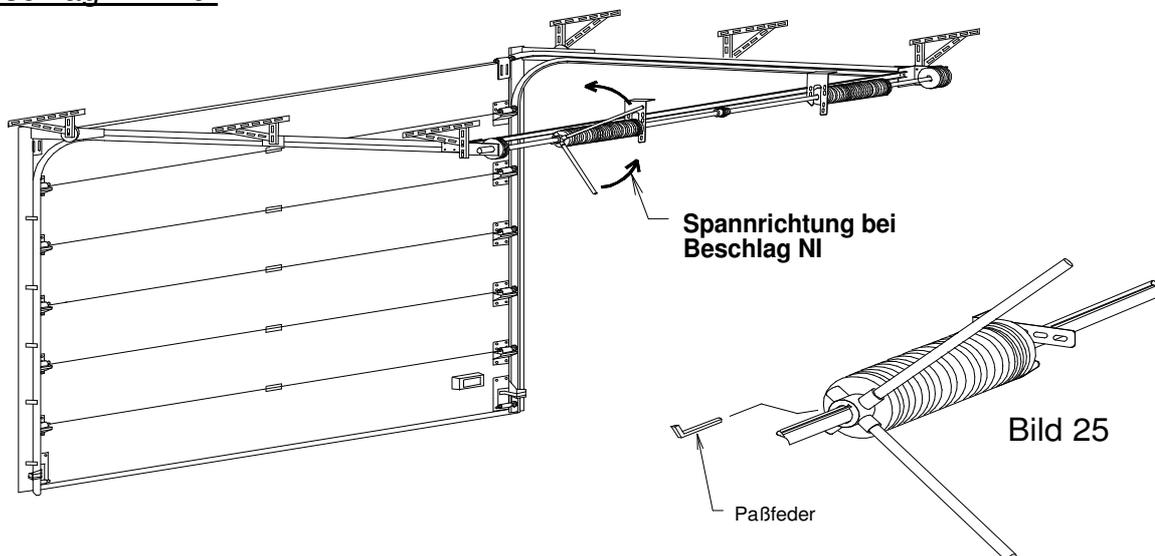

Bild 25
7.1.2 Nach dem Spannen die Feder ca. 1 - 2 cm auseinander ziehen, Paßfeder einstecken und Schrauben am Spannkonus fixieren (Bild 25).